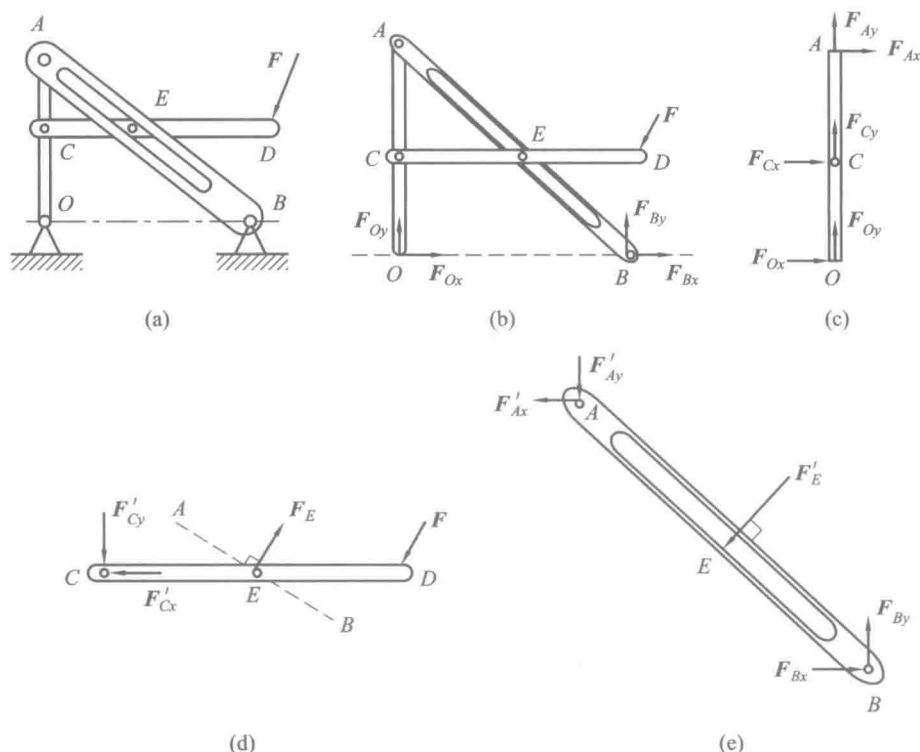

图 1.11
例 1.5 画出图 1.11(a) 所示结构的整体及各部分的受力图。不计自重, 所有接触处均光滑接触。
解 (1) 整体受力分析如图 1.11(b) 所示: 先画主动力 F , 再画反力, 整体与周围物体有两个接触点, O 、 B 均为固定铰链约束, 反力方向不能确定, 用一对正交力表示。
(2) OA 杆受力分析如图 1.11(c) 所示: OA 与周围约束有三个接触点, O 、 C 、 A 均为固定铰链约束, 方向未定, 分别用一对正交力表示, O 点的反力与整体保持一致。
(3) CD 梁受力分析如图 1.11(d) 所示: 先画主动力 F , CD 与周围约束有 C 、 E 两个接触点, C 的反力与图 1.11(c) 中的 C 点反力方向相反, 互为作用力和作用反力; E 点为光滑接触面约束, 反力方向垂直于 AB 。
(4) AB 杆受力分析如图 1.11(e) 所示: A 点的反力与图 1.11(c) 中 A 点反力方向相反; E 点的反力与图 1.11(d) 中 E 点的反力方向相反; B 点反力与整体保持一致。